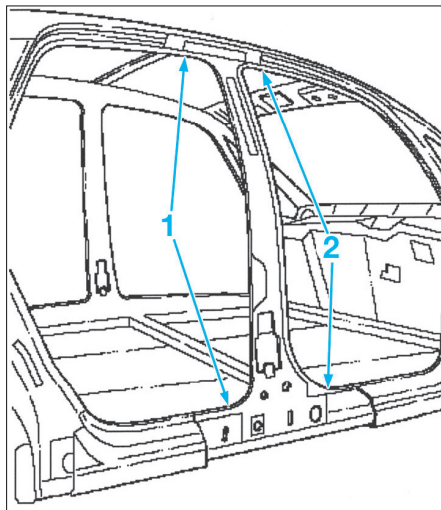

FIG. 40
- Préparer le pied milieu en exécutant des trous oblongs (5 x 18 mm) (Fig.40).